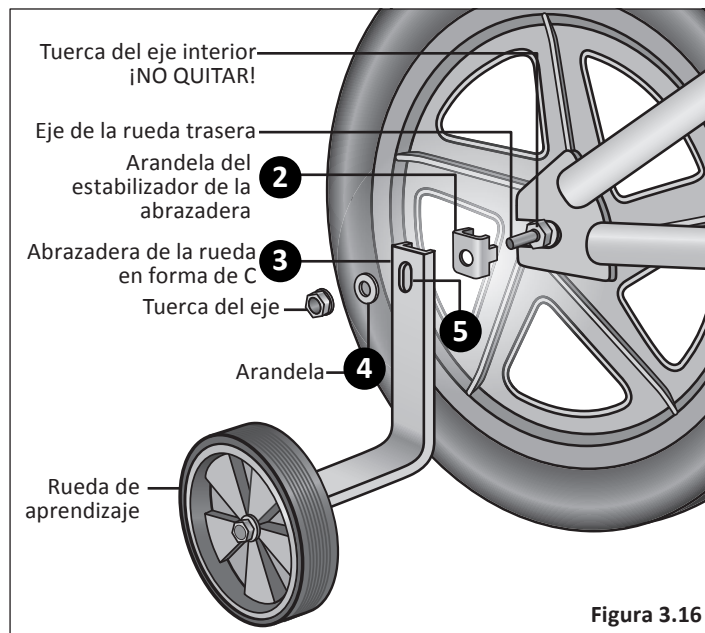

Figura 3.16
- ❶ Quite la tuerca y la arandela externas del eje de la rueda trasera **Figura 3.16**
- ❷ Coloque la arandela del estabilizador de la abrazadera en el eje y alinee dicha arandela para que la muesca de la misma encaje en la puntera del cuadro.
- ❸ Coloque la abrazadera de rueda en forma de C en el eje.
- ❹ Reemplace la arandela y la tuerca del eje. Apriete la tuerca del eje firmemente, para estar seguro de que la abrazadera de la rueda se mantenga en la posición vertical correcta.
- ❺ El agujero alargado en la abrazadera de la rueda permite que la altura de la rueda de aprendizaje se ajuste correctamente.